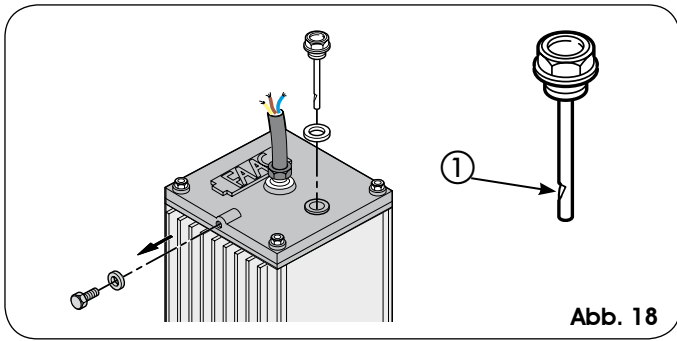
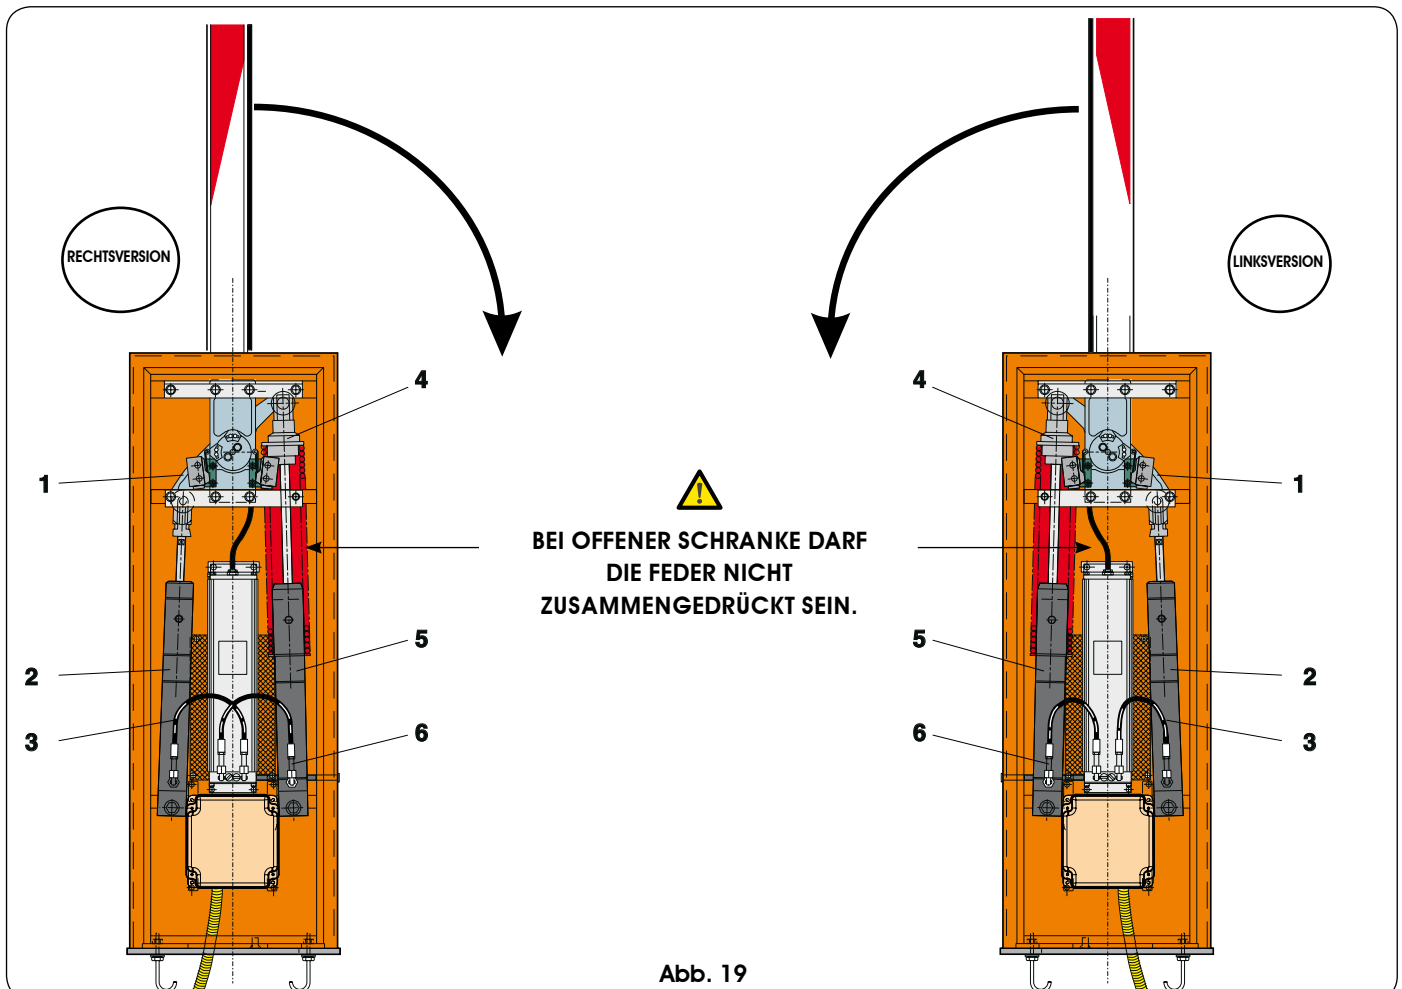

Abb. 18
Abb. 19
Der Ölstand darf niemals unter die Markierung des Kontrollstabs fallen (Abb. 18 Bez. ①).
Zum Nachfüllen den Öleinfüllstopfen abschrauben (Abb. 18) und Öl bis zur Markierung nachfüllen.
5. Die Ringmutter zur Einstellung der Feder komplett lösen (Abb. 19 Bez. ④).
6. Die Versorgungsleitungen (Abb. 19 Bez. ③ und ⑥) von den beiden Kolben abklemmen und die Verbindungsstücke abdecken.
7. Die beiden Kolben (Abb. 19 Bez. ② und ⑤) von der oberen und der unteren Befestigung abmontieren, deren Positionen vertauschen und die Kippvorrichtung (Abb. 18 Bez. ①) bis zum Anschlag des mechanischen Endanschlags beim Öffnen schieben.
8. Die Balkenaufnahme aus dem Ritzel nehmen und für die Schranke in Öffnungsrichtung wieder montieren (siehe Abb. 19).
9. Die beiden Versorgungsleitungen laut Abb. 19 je nach Konfiguration der Schranke (rechts oder links) anschließen.